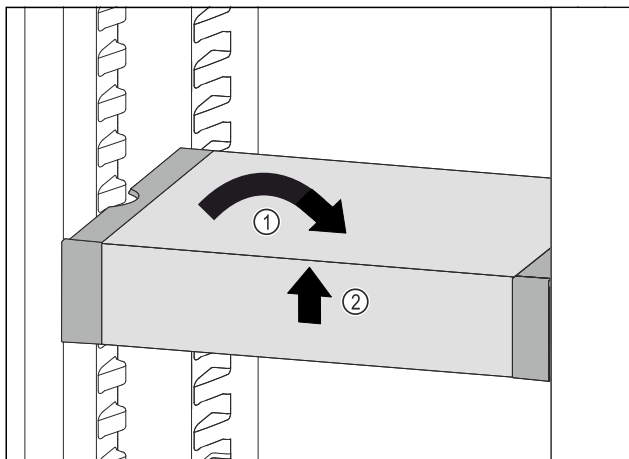

Fig. 240
- VarioSafe ustawić prosto. Fig. 240 (1)
- VarioSafe unieść z przodu. Fig. 240 (2)